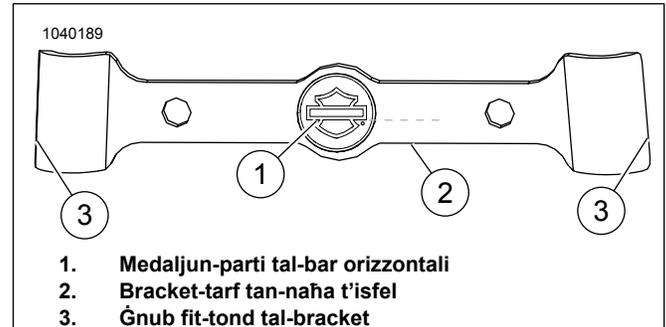
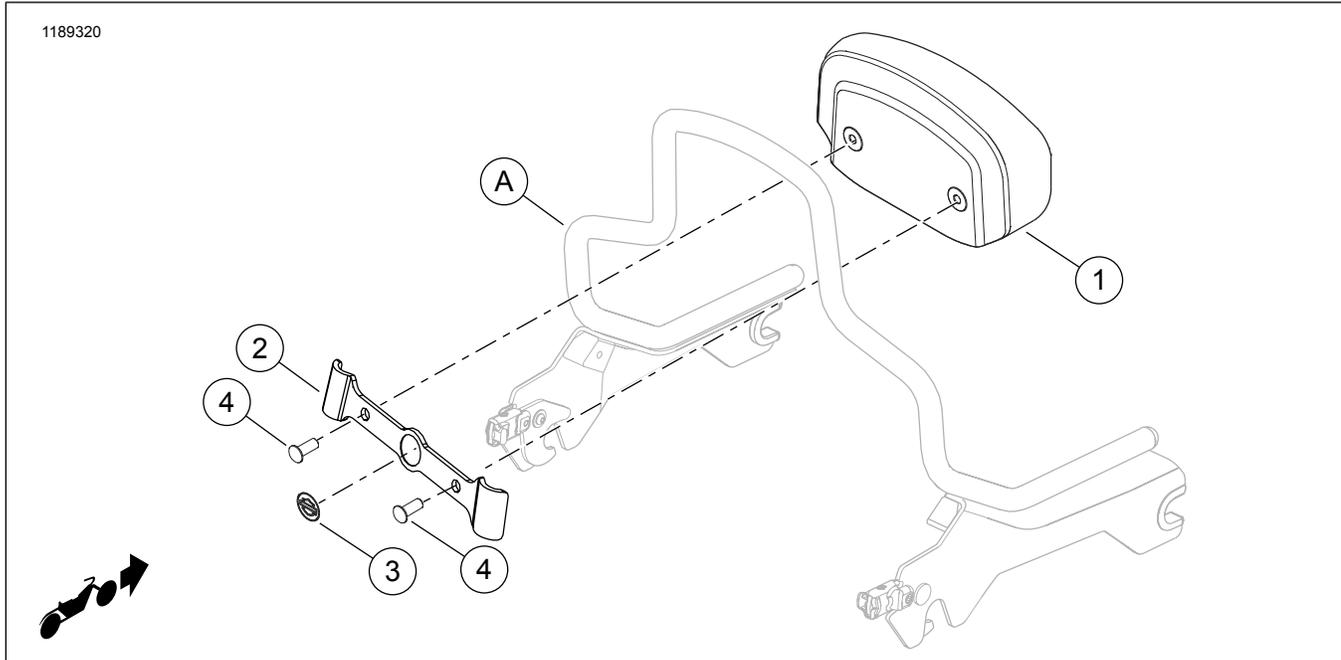

Figura 2. Allinjament tal-Medaljun
Figura 3. Parts tas-Service: Softail Compact Backrest Pad Kits
Ara Figura 3 u Tabella 1 .
Ara Figura 2 . Il-ġnub tal-bracket (3) mhumiex simetriċi. Il-wisa' tan-naħa ta' fuq hija idjaq mill-wisa' tan-naħa t'isfel.
Ara Figura 2 . Allinja l-bar orizzontali (1) fuq il-medaljun mat-tarf tan-naħa t'isfel (2) tal-bracket. Dawn it-tnejn għandhom ikunu paralleli.
1. Ara Figura 3 . Jekk meħtieġ, aqta' s-sigill tal-plastik li jżomm ix-xita lil hinn miż-żewġ toqob tal-viti mtaqqba minn qabel fil-pad li miegħu jserrah id-dahar (1) biex ma tħallix li l-plastik jinqabad fil-kamini.
• Ara Figura 2 . Il-ġnub tal-bracket (3) mhumiex simetriċi. Il-wisa' tan-naħa ta' fuq hija idjaq mill-wisa' tan-naħa t'isfel.
• Uża soluzzjoni ta' alkoħol isopropil u ilma fi proporzjon 50:50 biex tnaddaf tajjeb il-wiċċ tal-bar il-wieqfa (A) qabel tinstalla l-bracket (2). F'hallih jinxef għal kollox. Installa f'temperatura ambjentali. 10–32 °C (50–90 °F)
5. Poġġi l-bracket fil-post u aghfasha (2) bis-saħħa mas-sissy bar.
6. Ara Figura 3 . Dañhal vit (4) mill-kit minn gewwa l-bracket (2), u b'attenzjoni dawru xi 4-5 dawriet got-toqba ta' pariġġ fil-pad ta' fejn iserraħ id-dahar. Irrepeti bil-vit l-ieħor. **TISSIKKAX ebda vit qabel ma ż-żewġ viti t-tnejn jkunu ġew imqabba fil-kamini.**